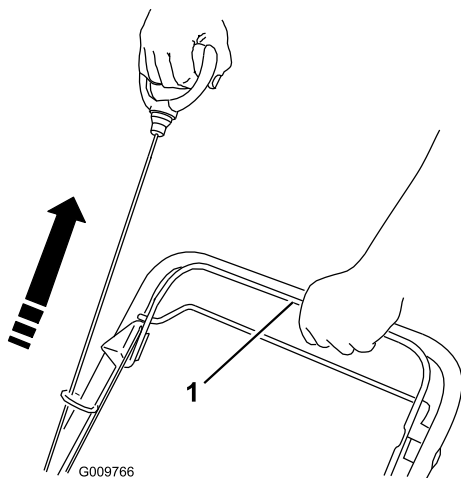
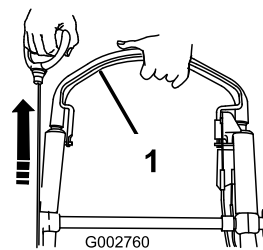

Figura 22
Figura 23
2. Tenete la barra di comando della lama premuta contro la stegola e tirate l'avviatore autoavvolgente (Figura 22 o Figura 23).